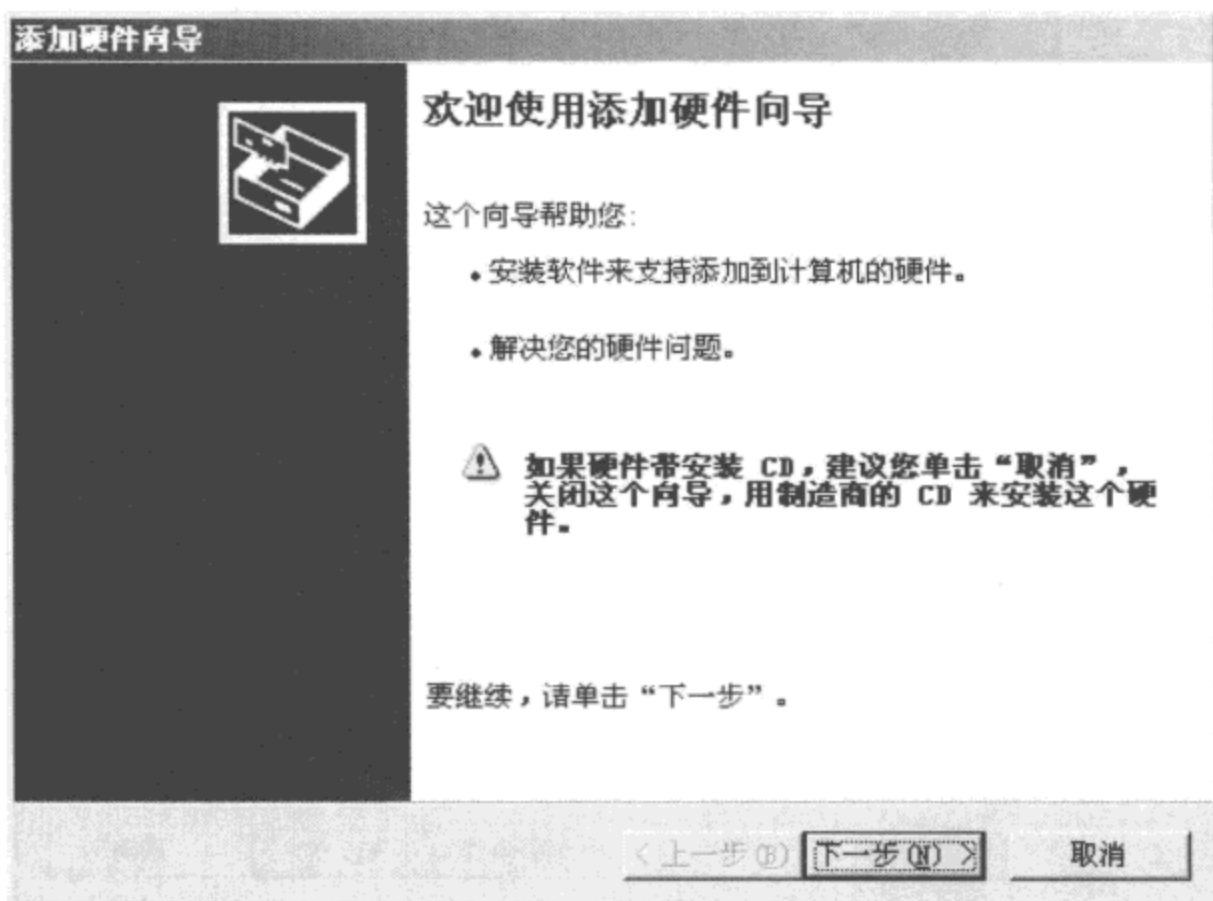

图 2-23 添加硬件
(1) 请以系统管理员的身份登录 WindowsXP,复制 sjf24x0\giveio.sys(sjf24x0 软件需要读者自行上网免费下载)到 C:\WINDOWS\system32\drivers 目录。
(2) 打开“控制面板→添加硬件→”,按照向导进行操作:
Step1:开始安装,如图 2-23 所示。